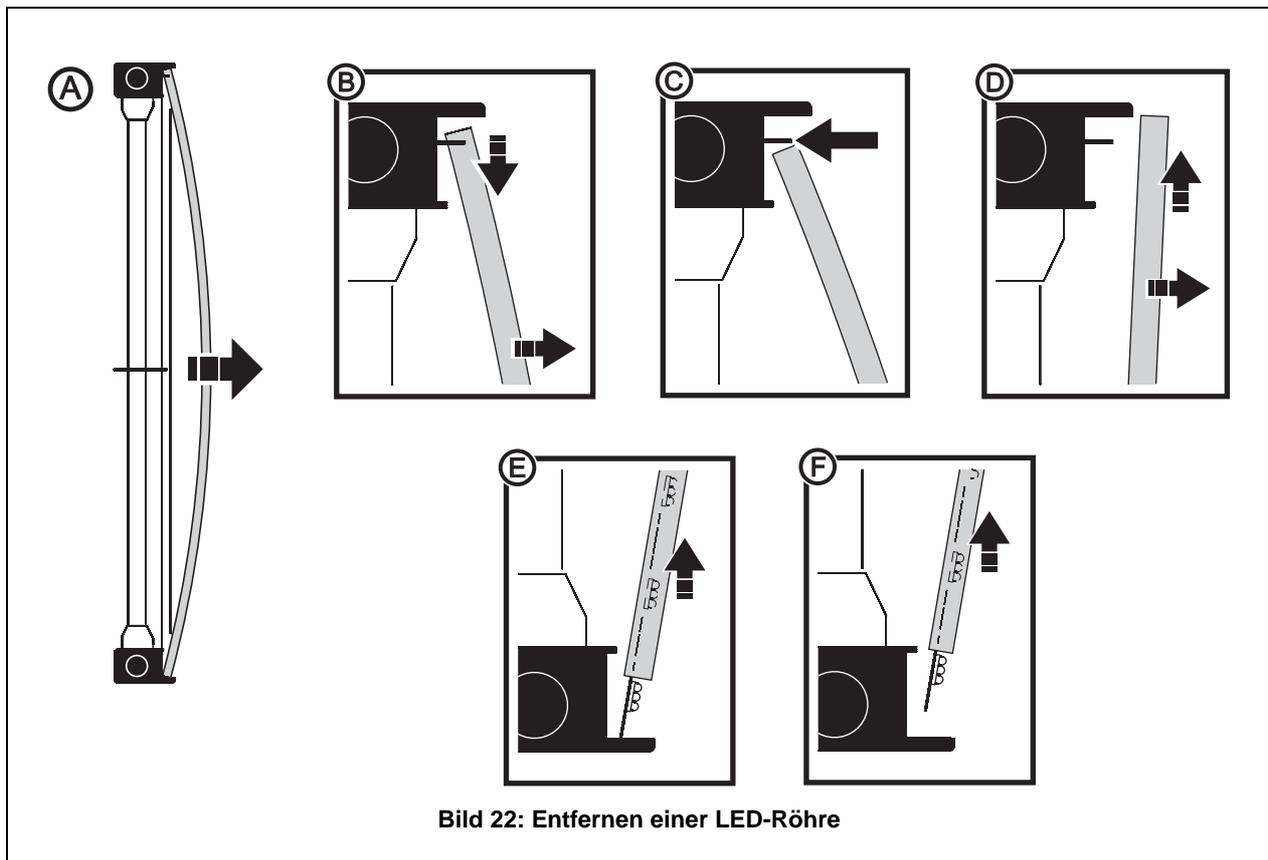

Bild 22: Entfernen einer LED-Röhre
3. Siehe Bild 22. Wenn Sie alle Klammern gelöst haben, biegen Sie die Röhre vorsichtig etwas nach außen (A und B), bis Sie die Röhre aus dem oberen Halter (C) nehmen können.
4. Biegen Sie die Röhre so weit nach außen, bis sie an der Klammer (D) vorbei geführt werden kann.
5. Ziehen Sie die Röhre nach oben (D), um den unteren Steckkontakt (F) zu lösen. Beschädigen Sie die beim Ausbau nicht.
2. Biegen Sie die Röhre wie in Bild 22 gezeigt, etwas nach außen (A), bis das obere Ende der Röhre an der Halteklammer vorbei geführt werden kann (C). Montieren Sie die Röhre in der Halteklammer.